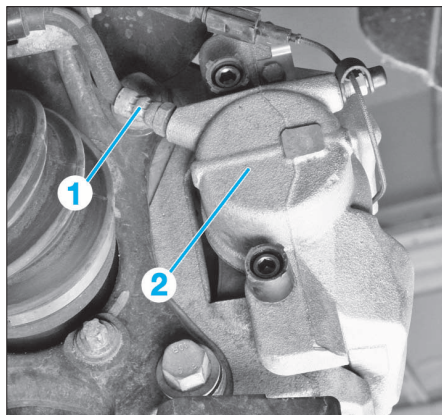

FIG. 5
- Desserrer le flexible de frein (1) de l'étrier (2) (Fig.5).